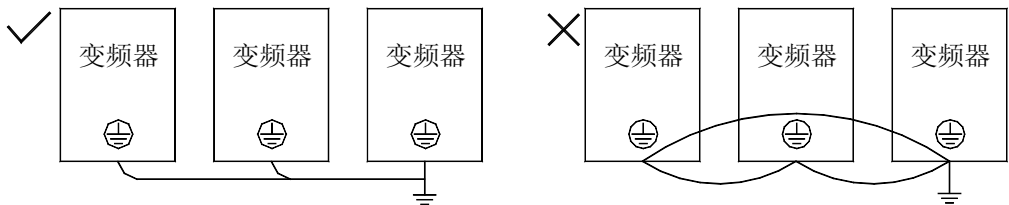

图 3-10 接地线连接方法
- 同时使用两台以上变频器的场合，请勿将接地线形成回路。正确接地方法与错误接地方法如图 3-10 所示。